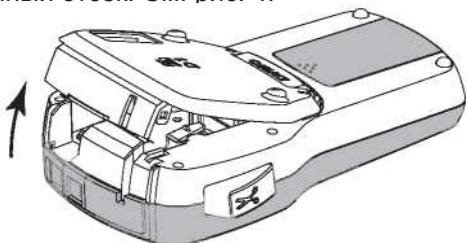

Рисунок 4
- Поднимите крышку кассеты с лентой и откройте ленточный отсек. См. рис. 4.